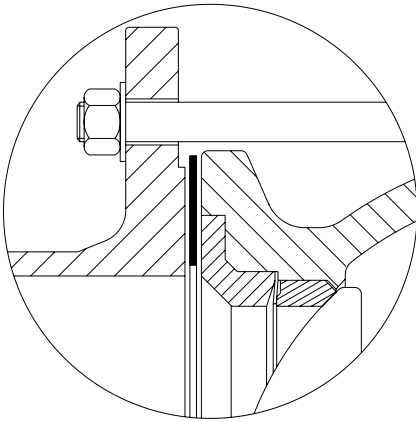

Fig.5-2 Packning.
- Se till att ventil och packningar blir rätt centrerade och att rätt packningskvalitet används. Ventilens avstängningsfunktion är beroende av att packningen på inloppssidan överför trycket från anslutningsfläns till täckbricka (→ Fig.5-2).